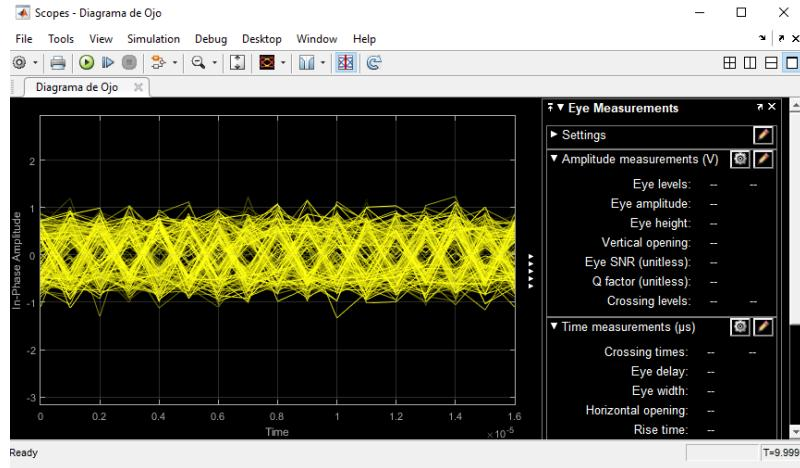

Figura 9: Diagrama de Ojo en Fase.
- d) Al darle doble click en el bloque de diagrama de Ojo se deberá abrir un ventana tal como se muestra en la figura 9, donde se visualiza al lado derecho la pestaña llamada *Eye Measurements*. **NOTA: Matlab por defecto para las mediciones del diagrama de ojo desecha la parte imaginaria, pero si desea observar las respuestas de fase y cuadratura haga click en y luego en la pestaña View→Configurations properties ... en la casilla llamada Eye diagram to display seleccione real and imaginary**